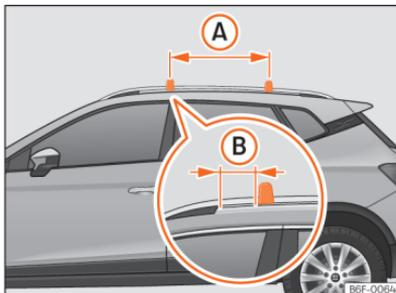

Fig. 150 Pontos de fixação das barras longitudinais para o porta-bagagens de tejadilho.
As barras transversais montam-se nas barras laterais do tejadilho. A distância entre barras transversais »» Fig. 150 (A) deverá ser 75 cm e a distância das barras transversais aos suportes das barras laterais do tejadilho (B) deverá ser de 5 cm.